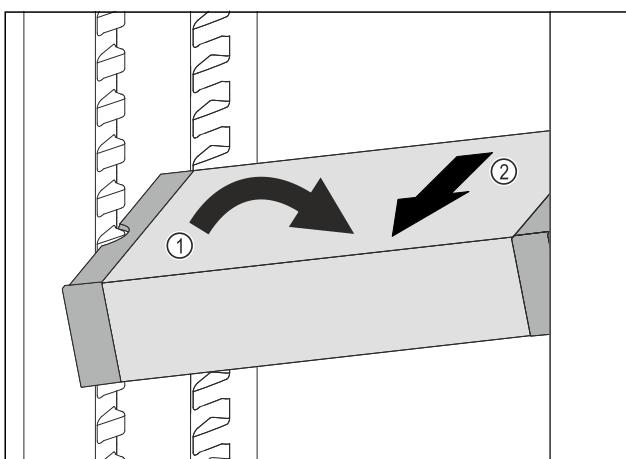

Fig. 99
- Расположите VarioSafe в холодильном отделении под наклоном. Fig. 99 (1)
- Извлеките VarioSafe движением вперед. Fig. 99 (2)